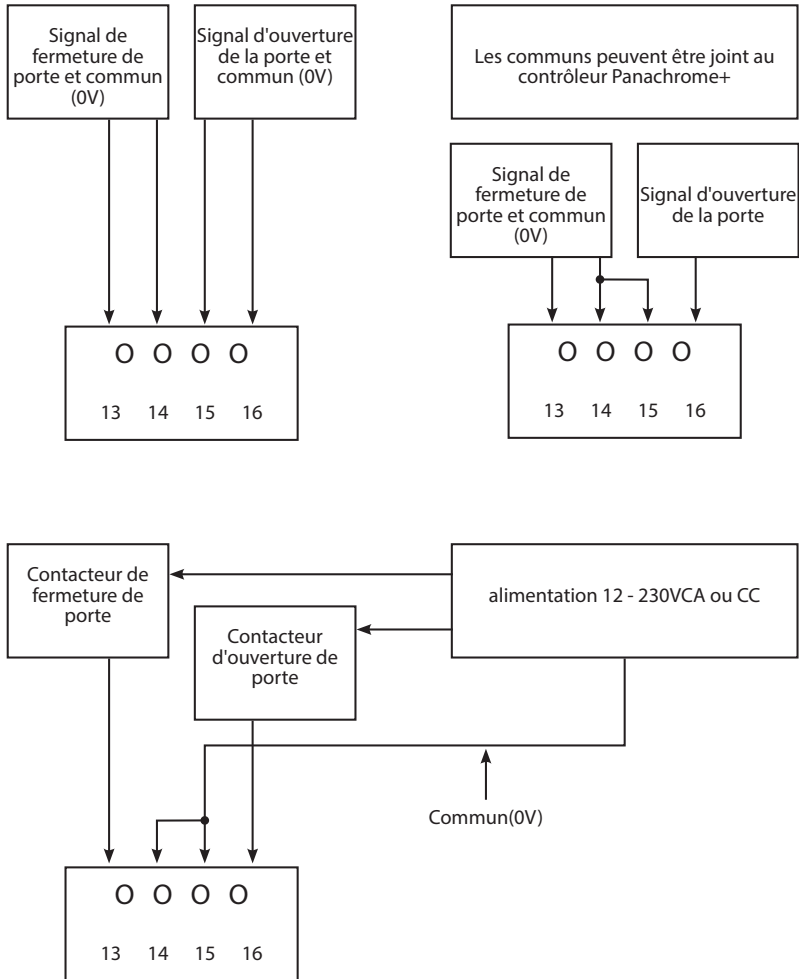

Fig 5: Installation
7. Les LED vert et rouge sont commandés par le logiciel mais, si nécessaire, une signalisation externe peut être utilisée (voir le tableau 1 et la figure 5).